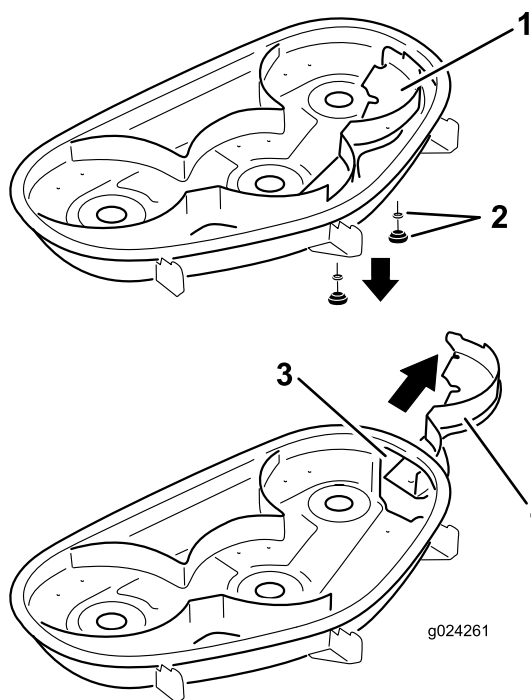

**Figura 16**
- Retire los 2 pomos y las arandelas curvas que sujetan el deflector derecho al cortacésped (Figura 16).
- Retire el deflector derecho y baje el deflector de hierba sobre el orificio de descarga, según se muestra en Figura 16 y Figura 17.
5. Coloque el deflector derecho debajo de la carcasa de corte y fíjelo usando 2 pomos y las arandelas curvas (cara ahuecada hacia el cortacésped) según se muestra en Figura 16 y Figura 17.